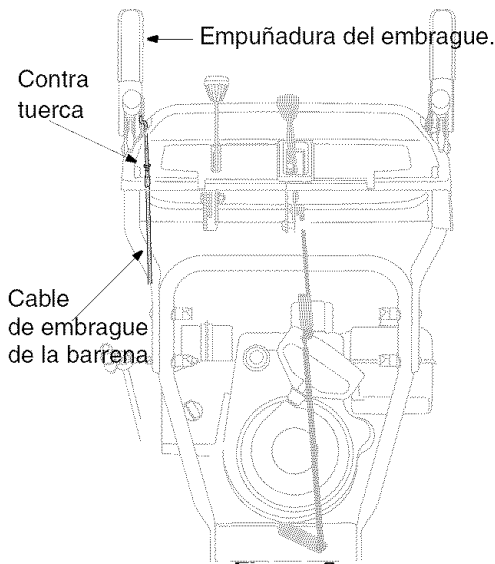

Figura 8
2. Si es necesario realizar ajustes, afloje la contratuerca hexagonal y enrosque el cable (para que no esté tan tirante) o desenrósqelo (para que esté más flojo). Vea la Figura 8.